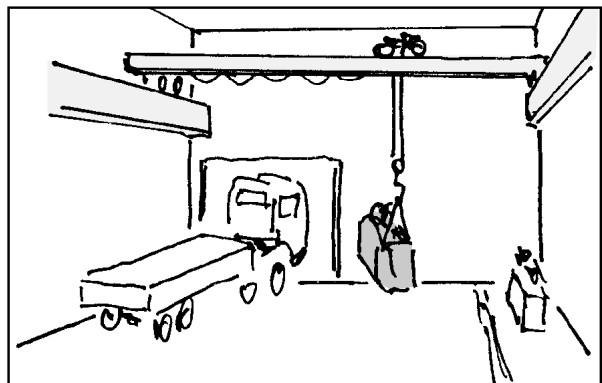

Fig. 7.28. Per l'esercizio 2
2. La gru a ponte in fig. 7.28 è larga 12 m, come il magazzino. La gru sta sostenendo un carico di 9 tonnellate (1 tonnellata = 1000 kg). Quanto vengono caricati i binari alle estremità (oltre al peso della gru) quando il carico è appeso al centro? Quanto vengono caricati se invece il carico è appeso a una distanza di 4 m dal binario a sinistra?